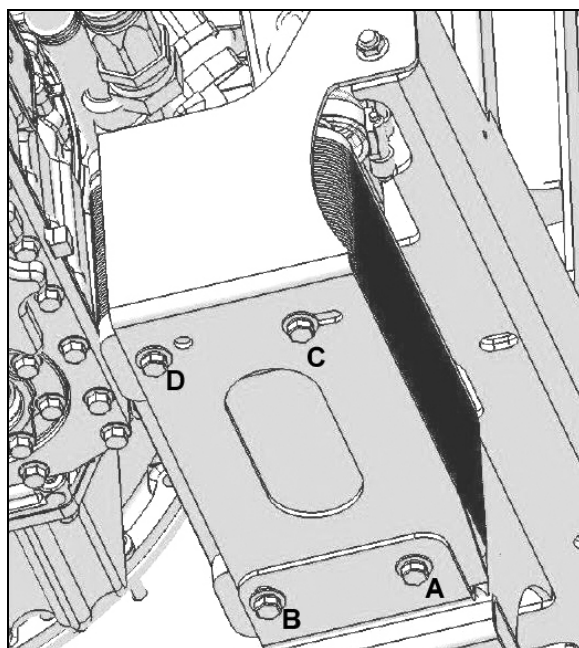

FIGURE 14 : POSITION DU REFROIDISSEUR D'HUILE LORS DU RETRAIT ET DE L'INSTALLATION DU BERCEAU
2. Retirer les vis B et D et dévisser partiellement les vis A et C. Pivoter le refroidisseur d'huile comme sur la Figure 14. Réinstaller les Vis B et D et serrer toutes les vis.
L'ensemble de pédale électronique (EFPA) relie la pédale d'accélérateur à un capteur de position du papillon des gaz (TPS). Le TPS est un dispositif qui envoie un signal électrique au module de commande du moteur (MCM). La tension du TPS varie en fonction de la distance parcourue par la pédale. Le système est installé dans l'espace normalement occupé par une pédale mécanique. L'EFPA est fabriquée avec des butées maximale et minimale intégrées (Figure 14). Le TPS convertit le signal d'entrée de la pédale du conducteur en un signal pour le MCM.